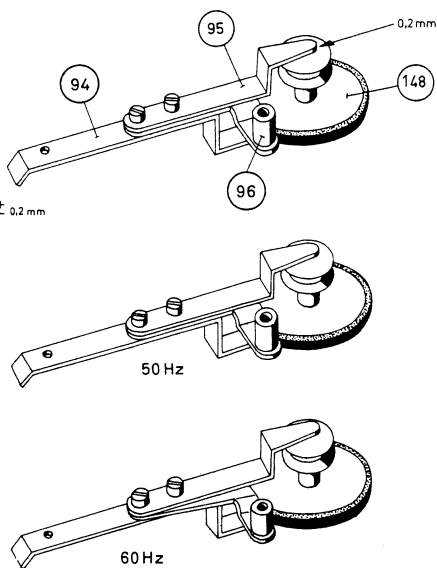

Bild 4
- 3) Um das Zwischenrad für Rücklauf 148 dem kleineren Durchmesser des 60 Hz-Pulleys anzupassen, muss die Befestigung des Lagerbügels 96, entsprechend Bild 4, geändert werden. Der Bügel 96 lässt sich verschieben, sobald die beiden Schrauben, welche die Bügel 94, 95 und 96 zusammenhalten, etwas gelöst werden.